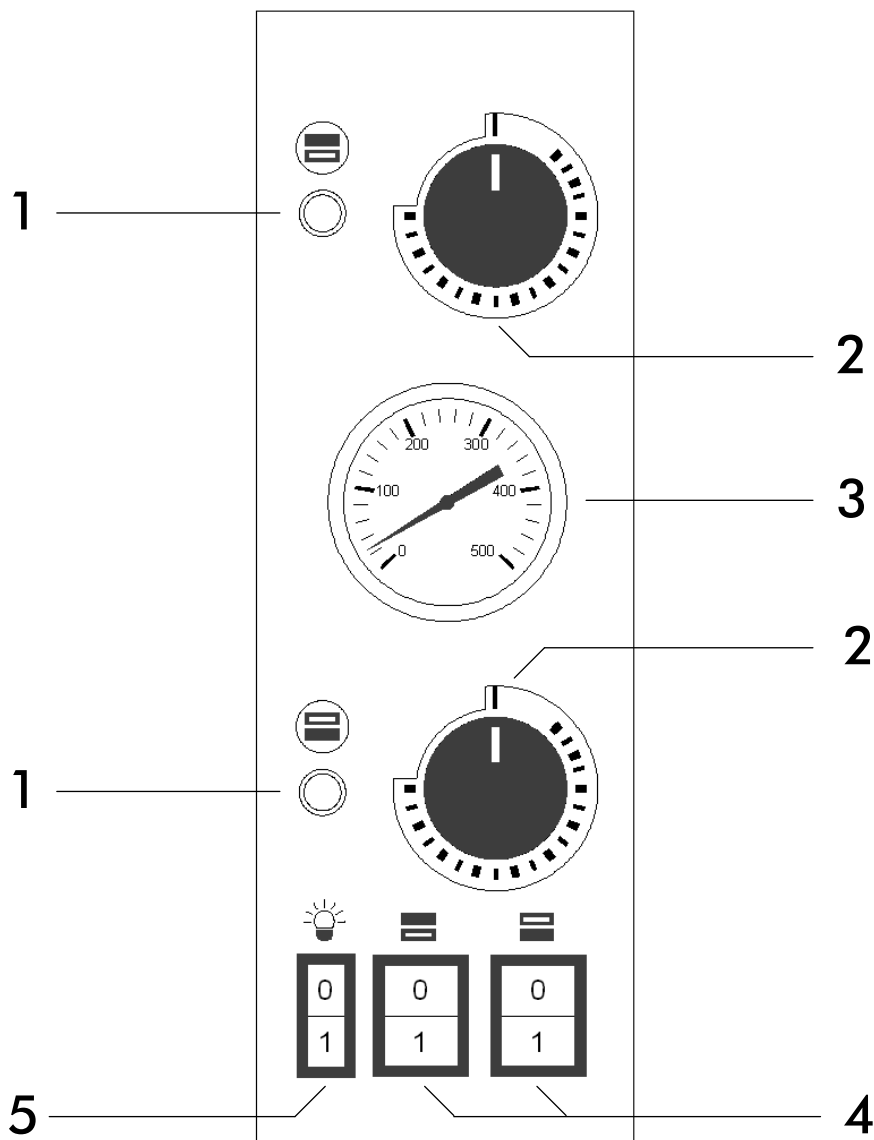

Рис.1 Печи панель управления TRAYS
ЛЕГЕНДА РИС.1
- 3) Переведите нагревательные элементы (Рис.1 - задания 4) в положение "I" ;
- 4) Активируйте работу резисторов приносящих термостаты (рис.1 - задания 2), при температуре 150 ° С указано на панели управления загорится загорается индикатор соответствующего (рис.1 - задания 1) будет означать, что операция из сопротивление в использовании
- 6) Отключение работы резисторов, приносящих термостаты (Рис.1 - задания 2) в поз "0" будет отключить свои огни.;
- 8) Закройте дверцу и повторите операцию, как указано в пункте **4)**, установив термостаты (рис.1_функц.2) на температуру **400°C**, указанную на кнопке ;
- 10) Отключите ТЭНы, переведя показания термостатов (**Рис.1,- функц. 2**) в положение **"0"** ;
- 2) Переведите выключатель нагревательных элементов (рис.1_функц.4) в положение "I" ;
- 3) Включите ТЭНы, установив для термостатов (**Рис.1- функц. 2**) , необходимую температуру, указанную на рукоятке настройки (**Рис.1- функц. 1**) При этом загорятся соответствующие светодиоды, подтверждающие, что ТЭНы действительно работают ;
- 4) После того, как печь нагреется до необходимой температуры (см. **пункт 9** настоящего параграфа), показания которой выводится на термометр (**Рис.1 - функц. 3**), можно поставить пиццу в печь для выпекания ;
- 6) Для освещения внутренней части камеры выпечки нажмите на выключатель лампочки печи (**Рис.1-функц.5**);
Выключите печь, переведя выключатель тэнов печи (**Рис.1– функц. 4**) в положение "0" и кнопки, которые регулируют термостаты (**Рис.1– функц. 2**).